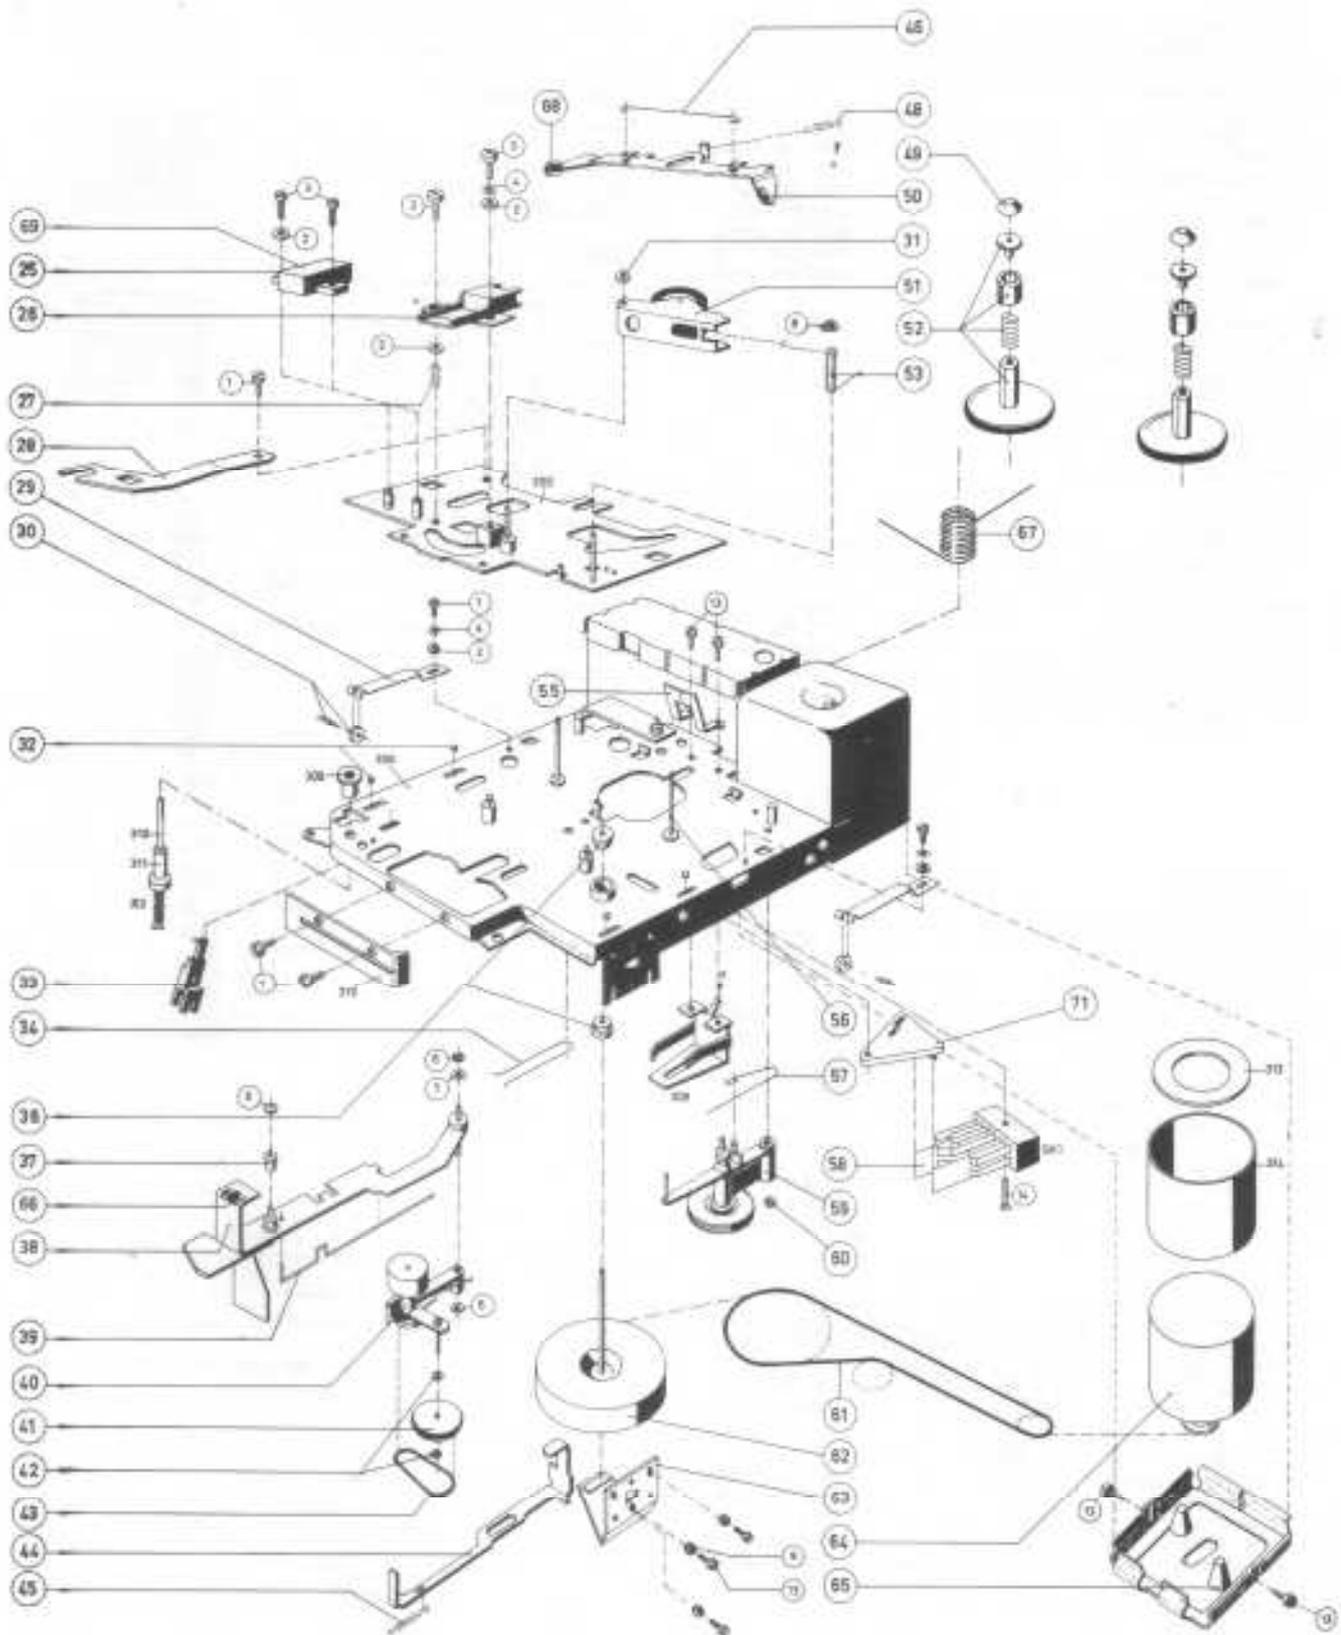

Fig. 17
- Enlever le microcupteur et l'étrier à bascule ainsi que l'axe de commande de cet étrier (rep. 310, fig. 17).